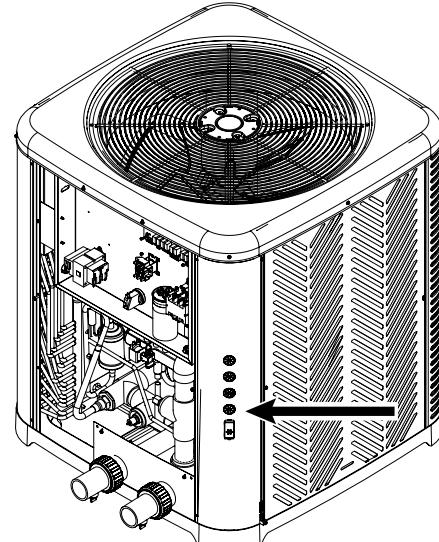

Figure 130. Utilisez les passe-fils
- Utilisez les passe-fils pour acheminer les fils de commande et/ou d'alimentation des équipements externes au boîtier de commande de l'appareil de chauffage. Voir **Figure 130**.